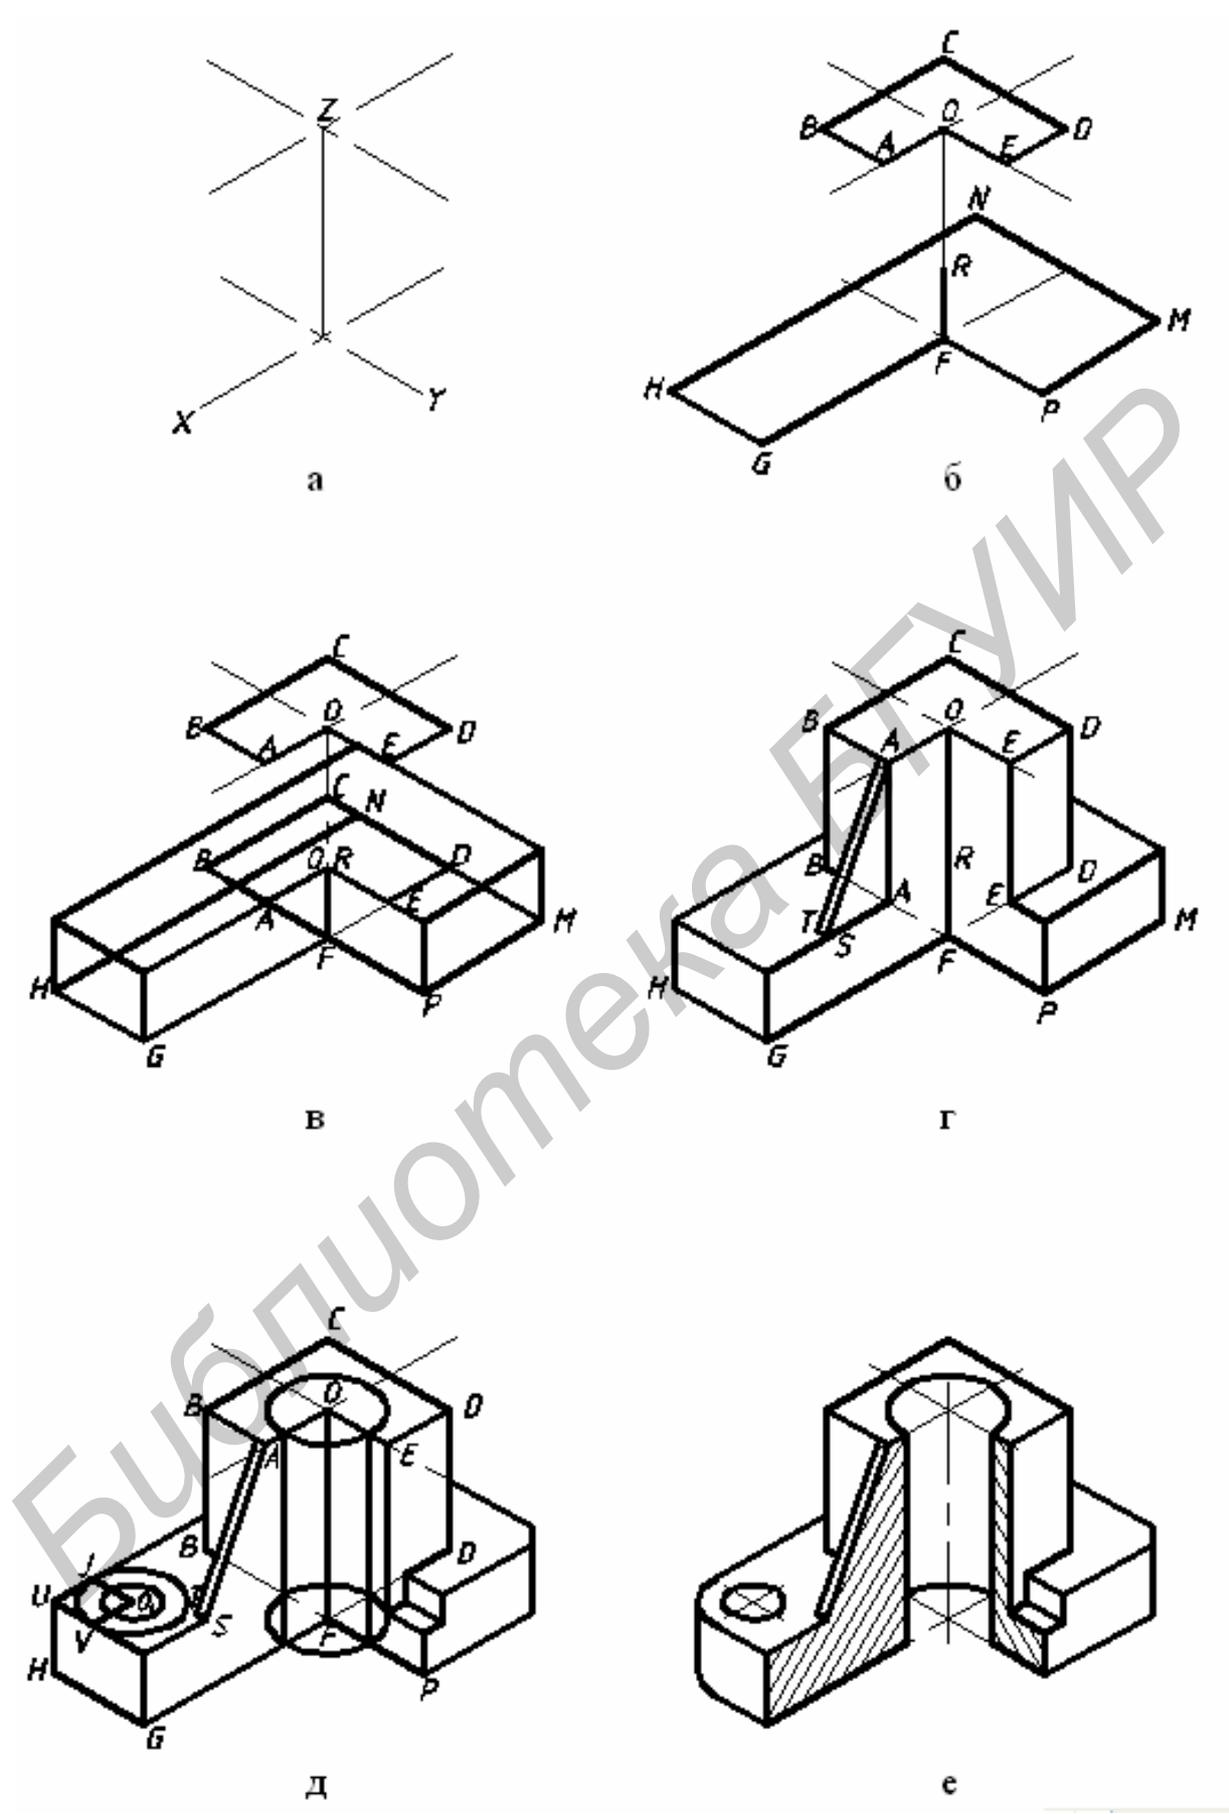
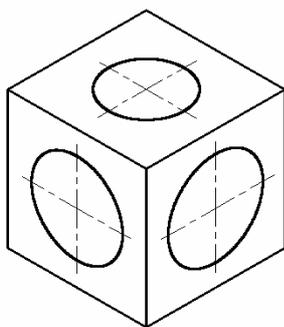

Рис. 25. Этапы построения аксонометрической проекции
Рис. 26. Ориентация эллипсов в аксонометрии
4. Вычертим аксонометрические оси (рис. 25, а):
5. Вычертим контуры верхнего и нижнего оснований детали (рис. 25, б):
6. Построим грани детали, параллельные основаниям (рис. 25, в):
7. Построим вертикальные и наклонные ребра (рис. 25, г):
8. Построим контуры отверстия диаметром 28 мм (рис. 25, д). Следует иметь в виду, что окружности проецируются на аксонометрические плоскости в виде эллипсов (рис. 26):
- на запрос **Выберите обрезаемый... объект...:** щелкнем мышью по нижней части линии верхнего эллипса (см. рис. 25, д). Участок эллипса между ближайшими линиями, которые пересекают эллипс, будет удален;
- построим отрезки **UJ**, **JO₁**, **O₁V**, равные 13 мм (см. рис. 25, д);
12. Готовая аксонометрическая проекция показана на рис. 25, е.